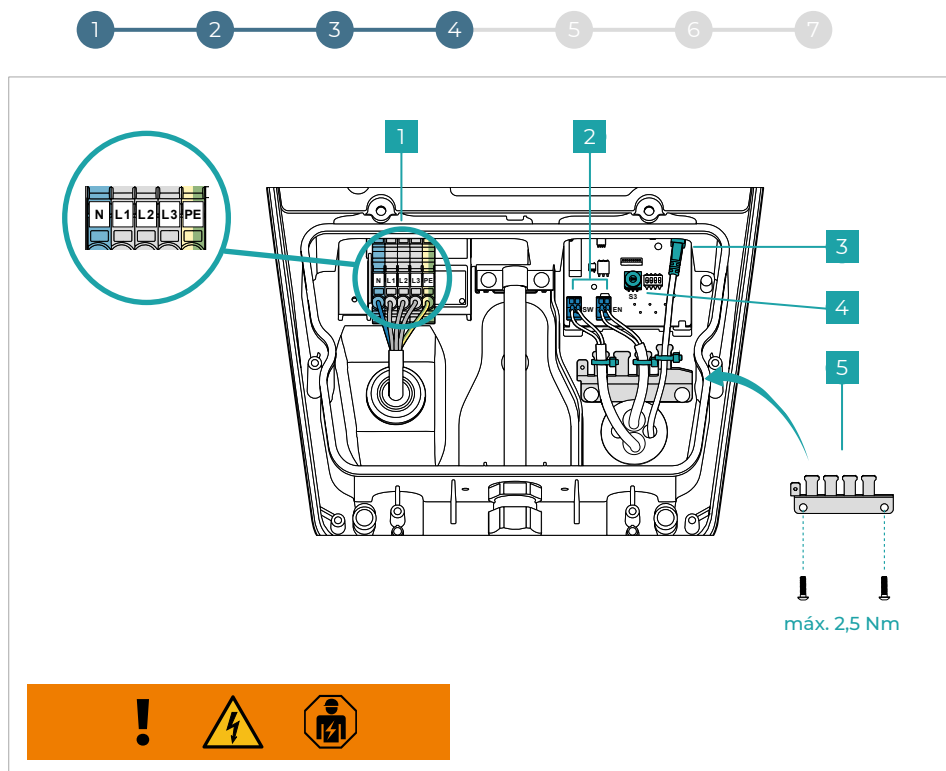
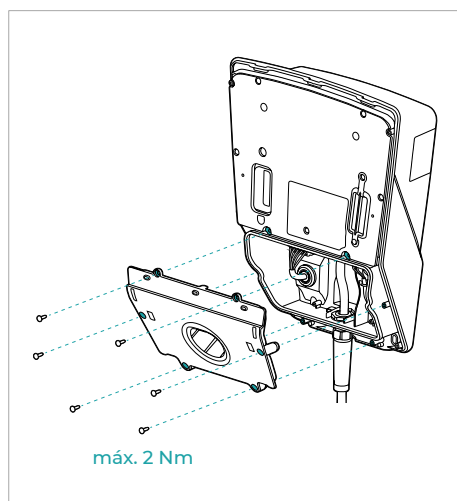

Fig. 6
Fig. 7
Opcionalmente pode ser ligado um dispositivo de bloqueio externo (por ex., interruptor de chave) à interface interna (Fig. 6 - N.º 2 - Interface EN).
- Prepare o cabo de alimentação (\varnothing 10 - 20 mm // máx. 5*6 mm²) e ligue-o conforme representado na **Fig. 6 - N.º 1**. Na ilustração, a ligação de rede é representada em três fases. Para ligar o sistema de carregamento à rede através de uma fase, utilize N, L1 e PE.
- Configure a corrente de carregamento máxima entre 6 A e 16 A através do interruptor rotativo S3, como representado na **Fig. 6 - N.º 4**.
- Opcional: Prepare os cabos de dados (Digital-In (EN) / Out (SW) e LAN) e ligue-os conforme representado na **Fig. 6 - N.º 2 & 3**. Para ligar um dispositivo de bloqueio externo através de Digital-IN, retire previamente a ponte para cabos.
Tal como representado na **Fig. 6 - N.º 5**, coloque o alívio de tensão e fixe os cabos de dados com abraçadeiras. Monte a cobertura inferior do sistema de carregamento como representado na **Fig. 7**.
O sistema de carregamento pode ser protegido contra utilização indevida através de um dispositivo de bloqueio externo (por ex., interruptor de chave). Ao solicitar o processo de carregamento é verificado se existe um bloqueio externo. Para isso, utilize a interface de dados EN, tal como representado na Fig. 6 - N.º 2.